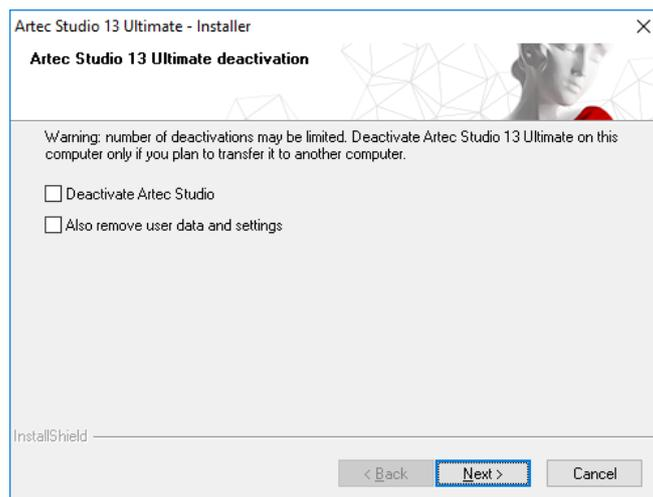

Рис. 4.16: Деактивация Artec Studio
3. Откроется диалог, как на Рис. 4.16. Установите флажок *I understand. Deactivate Artec Studio*.